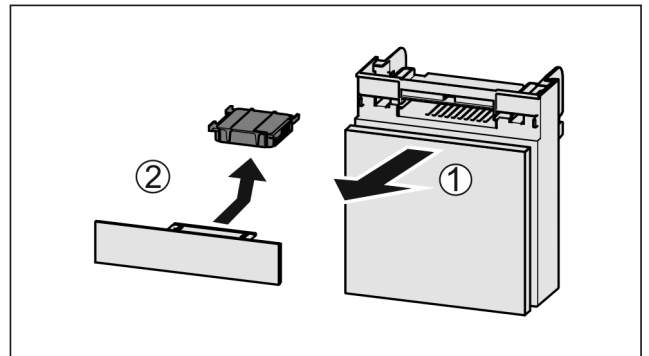

Fig. 69
- ▶ Lade vanaf de voorkant eruit trekken Fig. 69 (1).
- ▶ Actiefkoolfilter verwijderen Fig. 69 (2).